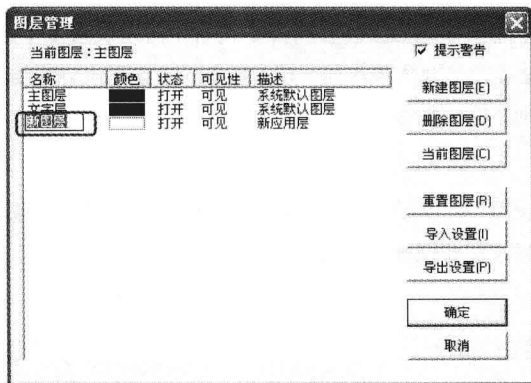
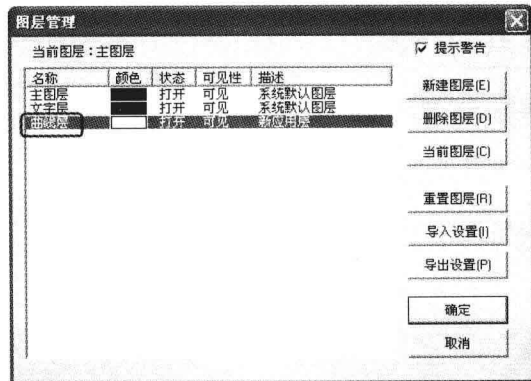

图1-9 选中图层名称
图1-10 修改名称
③ 鼠标双击新建图层的名称“新图层”，结果如图1-9所示，键盘输入其名称为“曲线层”，鼠标单击完成设置，如图1-10所示。